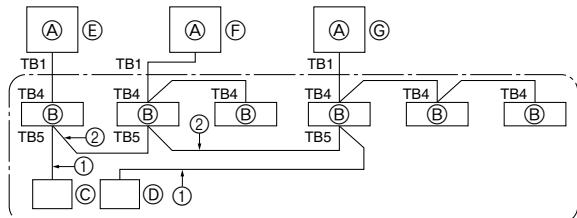

Fig. 8-1
8. Het systeem controleren (Fig. 8-1)
⑤ SW 1 - 3 ~ 6	ON